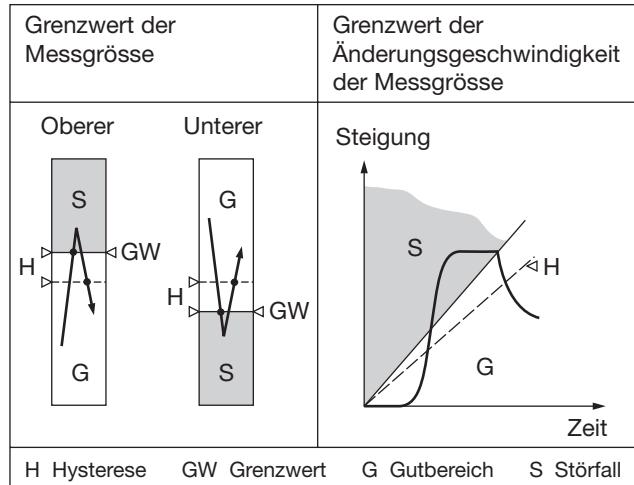

Bild 3
– zur Überwachung der Messgröße als unterer oder oberer Wert zwischen –10 und +110%2 (siehe Bild 3, links)
zwischen ± 1 und ± 50%/s (siehe Bild 3, rechts)